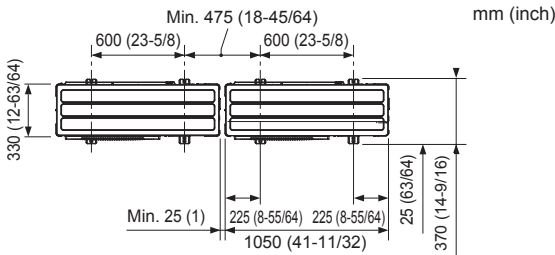

Fig. 3-1
- Cerciőrese de instalar la unidad en una superficie robusta y nivelada para evitar los ruidos de traqueteo durante la operación. (Fig. 3-1)